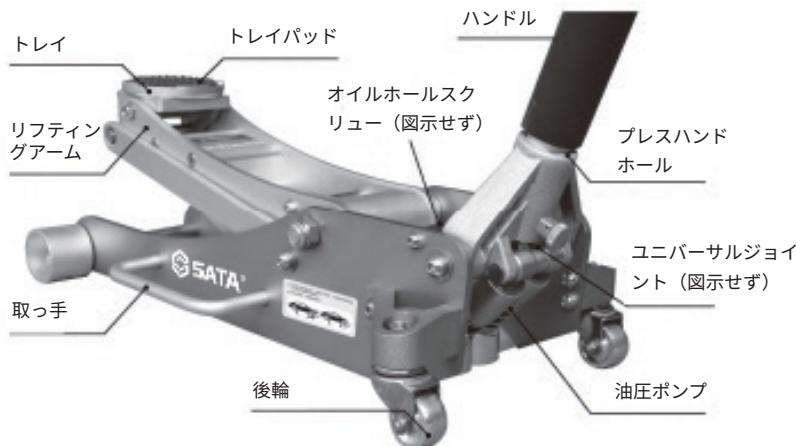

図1
- 2) ハンドルをハンドホールに差し込みます（図1参照）。
- 3) ハンドルを反時計回りに回し（図1参照）、油戻し弁を開きます。